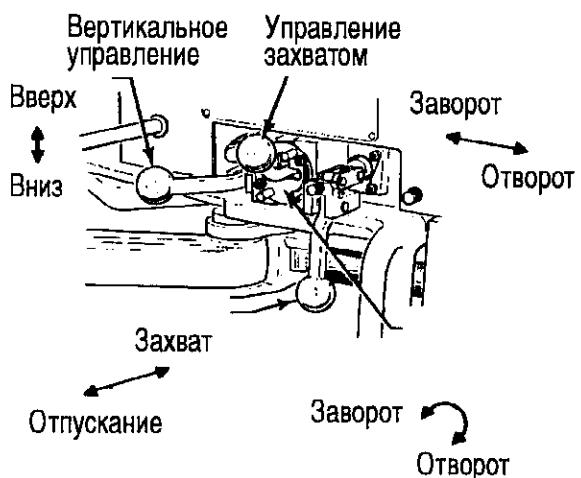

Рис. 3-1. Управление SSW-30
3.2 SSW-30 управляется тремя ручками управления, расположенными с левой стороны ключа, по центру (Рис.3-1). Передняя рукоятка управляет вертикальным позиционированием. Средняя рукоятка предназначена для управления направлением вращения. Для перехода от режима Заворот к режиму Отворот, или наоборот, необходимо повернуть ручной блокиратор. Для этого следует нажать на блокиратор и повернуть налево или направо на 1/4 оборота. Для вращения на Заворот ручка управления выдвигается вперед, для вращения на Отворот - назад. Последняя рукоятка предназначена для захвата и разжимания, и приведения в действие роликов. Нажать на рукоятку для осуществления захвата трубы и потянуть на себя для отпускания трубы. Клапан захвата установлен на положения открытия, нейтральное и закрытия при работе в системе с закрытым центром. При работе в системе с открытым центром - клапан установлен в центр.